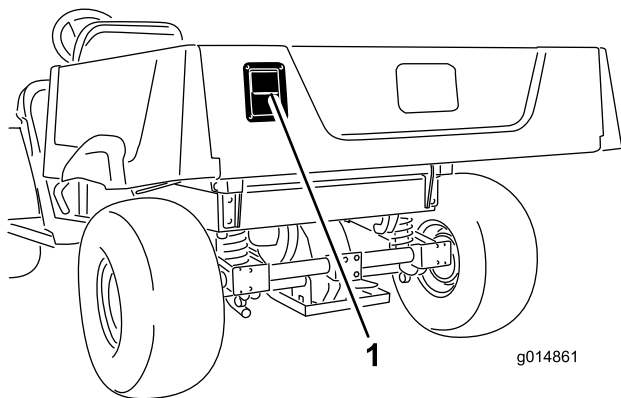

Figura 14
- Per aprire la sponda posteriore, tirate verso l'esterno e sollevate il dispositivo di chiusura, quindi abbassate delicatamente la sponda (Figura 14).